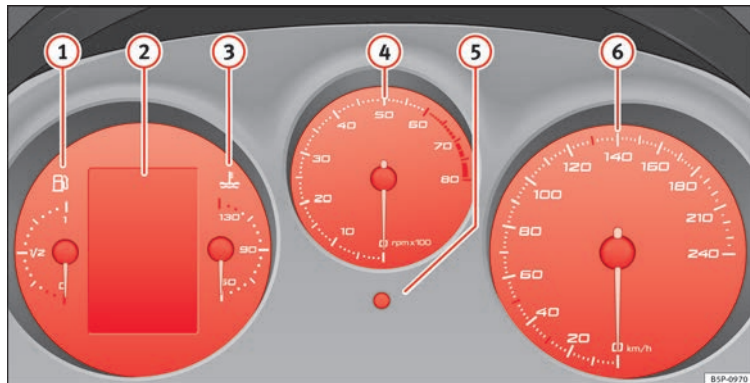

Fig. 26 Pormenor do painel de instrumentos: painel de instrumentos.
O início da zona vermelha » **Fig. 26** ④ indica o regime máximo de rotações do motor à temperatura de serviço. Recomenda-se que antes de alcançar esta zona seja engrenada a velocidade imediatamente superior ou que seja colocada a alavanca seletora na posição D ou ainda que se desacelere o motor.
- Para acertar as horas, rodar o botão » **Fig. 26**  para a direita, até ao primeiro «clique». Os dígitos das horas piscam. Para modificar a hora, pressionar o botão.